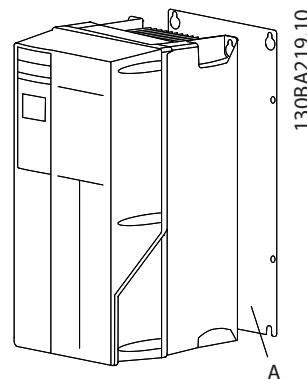
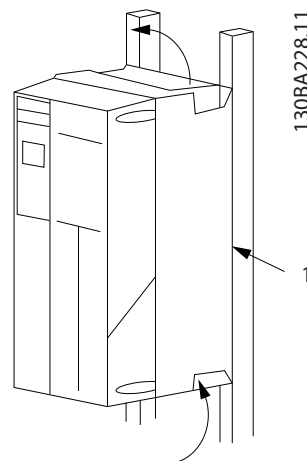

Рисунок 2.2 Правильная установка с использованием задней панели
Рисунок 2.3 Правильный монтаж с использованием реек
- Для обеспечения надлежащей циркуляции охлаждающего воздуха установите устройство на устойчивую ровную поверхность или прикрепите к дополнительной задней панели (см. Рисунок 2.2 и Рисунок 2.3).
Буквой А на Рисунок 2.2 и Рисунок 2.3 обозначена задняя панель, установленная надлежащим образом для обеспечения достаточного воздушного охлаждения устройства.